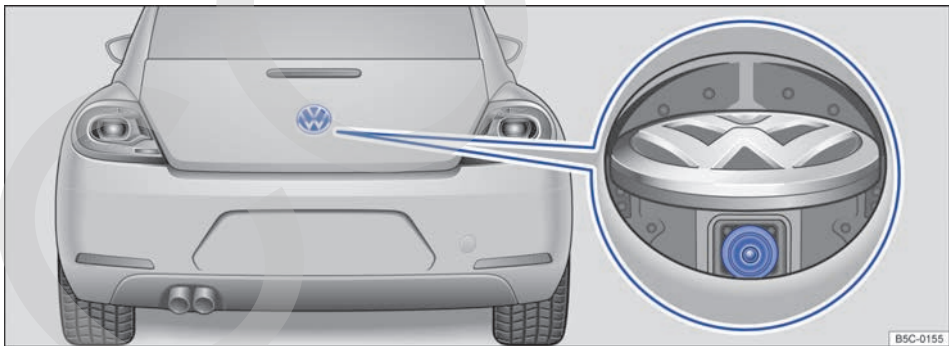

Fig. 117 En el portón del maletero: ubicación de la cámara del asistente de marcha atrás.
- ✓ La imagen tiene que ser fiable y clara, por ejemplo, se deberá tener buena visibilidad y la lente deberá estar limpia → fig. 117.
Las imágenes de la cámara → fig. 117 (imagen ampliada) son solo bidimensionales. Por falta de profundidad espacial, es difícil o imposible apre-
Mantenga la lente de la cámara → fig. 117 (imagen ampliada) limpia y libre de nieve y hielo: